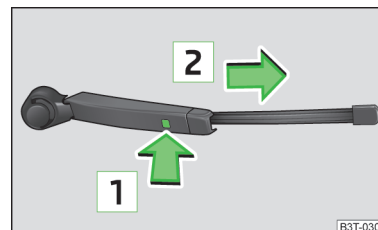

Fig. 198
- Maintenez le bras d'essuie-glace par sa partie supérieure et appuyez sur le point d'arrêt **1** » fig. 198.